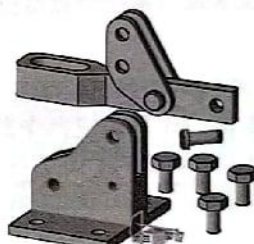

图 10-79 柔性子装配
利用“刚性/柔性子装配”命令将所选刚性子装配改为柔性子装配后,即可对子装配中的零件进行移动、旋转等操作,如图10-79所示。
(1) 单击“刚性/柔性子装配”图标。
(2) 选择要设为柔性子装配的组件(例如选择图10-77中特征树上的支架组件),在特征树中该组件图标左上角的小轮变为紫色,表示该子装配已经变为柔性子装配。此时可对该组件内的零件进行操作,如图10-79所示。